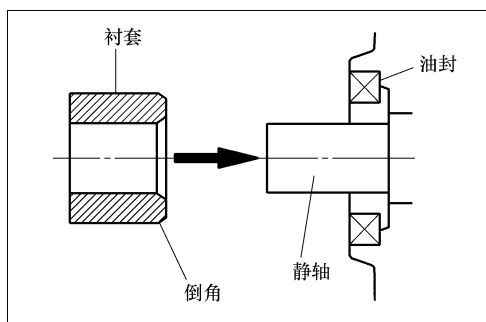

图 2-29 安装衬套
(1) 凸轮轴齿带轮螺栓的拧紧 使用专用工具, 固定凸轮轴齿带轮。凸轮轴齿带轮拧紧螺栓到规定的力矩。
(2) 衬套安装 如图 2-29 所示, 安装衬套时, 将有倒角的一侧朝向油封。